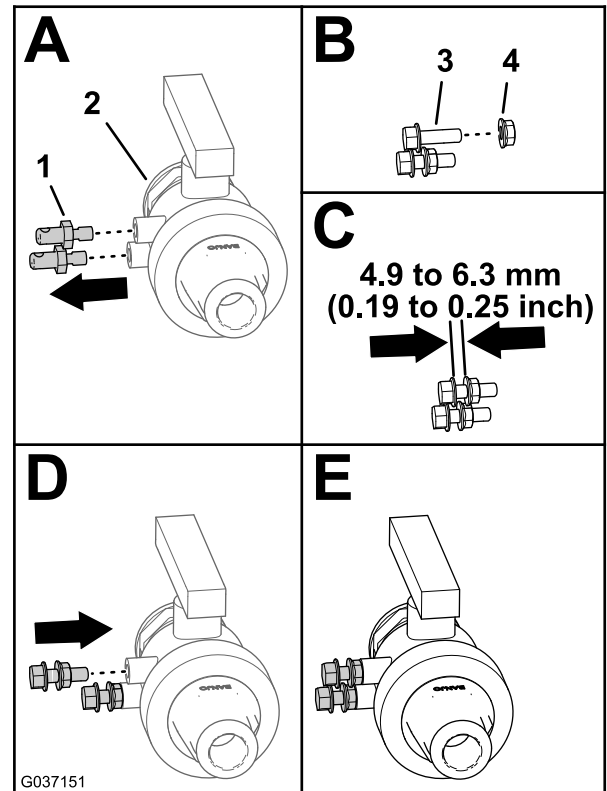

Figura 12
3. Retire los 2 ganchos de montaje de la válvula de drenaje (A en la Figura 12).
4. Enrosque las 2 contratuercas con arandela prensada (5/16") en los 2 pernos con arandela prensada (5/16" × 1") tal y como se muestra (B y C en la Figura 12)
5. Monte las contratuercas con arandela prensada y los pernos con arandela prensada a la válvula de drenaje y apriételos a mano (D y E en la Figura 12).